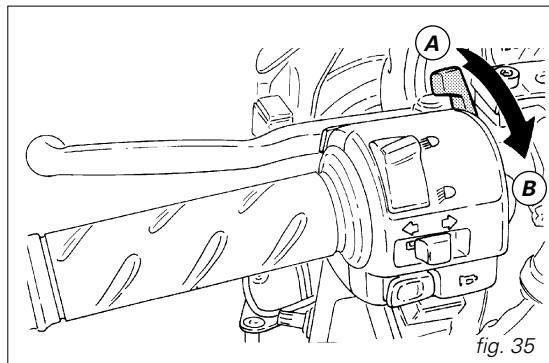

fig. 35
2) Colocar la leva mando starter en posición (B) (fig. 35).
5) Sucesivamente, mientras el motor se calienta, colocar progresivamente la leva del starter en posición vertical (A, fig. 35). El motor con adecuado régimen térmico deberá mantener el mínimo con starter completamente excluido.